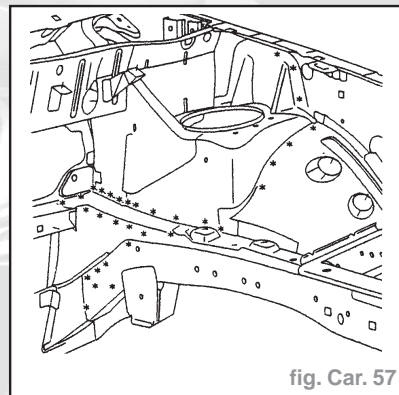

fig. Car. 57
- Dégraffer les points à l'aide d'une fraise de  $\varnothing 8 \text{ mm}$  (fig. Car. 57).